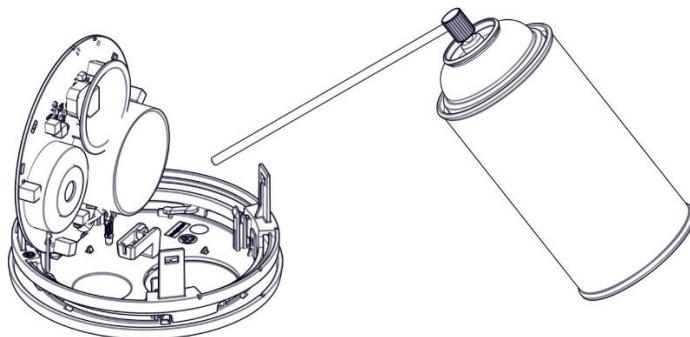

Figure 16
5. Utilisez un dé poussiére pour retirer les débris, la poussière et la saleté qui s'accumulent principalement autour de la chambre de combustion (*reportez-vous à la Figure 16*).